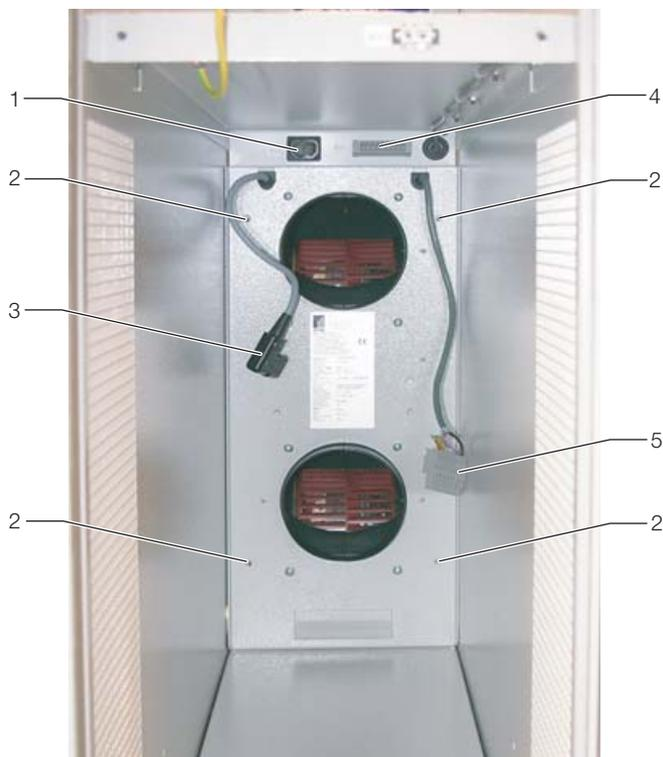

Рис. 35: Вентиляторный модуль в модульном отсеке
- Закрепите вентиляторный модуль при помощи 4 крепежных винтов (Рис. 35, Поз. 2).
- Вставьте штекер электропитания (Рис. 35, Поз. 1 и Поз. 3) и штекер кабеля управления (Рис. 35, Поз. 4 и Поз. 5).